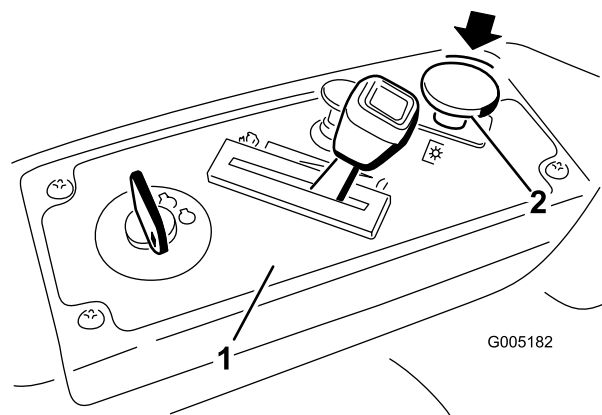

**Figura 14**
- Tire hacia arriba del mando de control de las cuchillas para desplazarlo a la posición de Engranado y engranar las cuchillas (Figura 14).